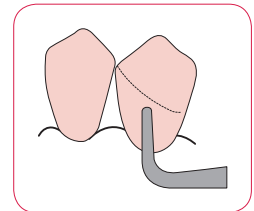

図 2-5 パークラスプ
②パークラスプ（図 2-5）：義歯床や大連結子からでた鉤腕が歯肉側から鉤歯のアンダーカットに入るクラスプ